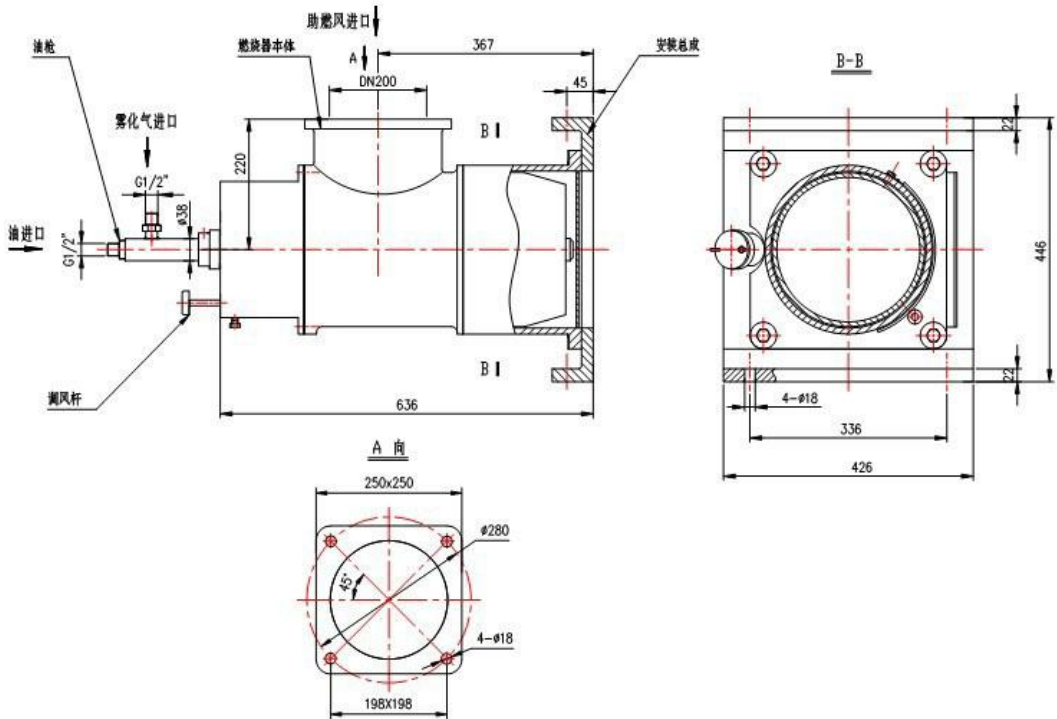

图 4、JDC-YJ200A 型燃烧器外形图及安装示意图
4. JDC-YJ200A 型技术性能参数：(外形安装图见图 4)